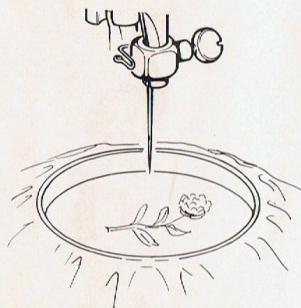

Abb. 19
17. Geradstichnähen (Abb. 19)
Die Maschine näht Zickzackstich, wenn der Sticheinstellknopf (Abb. 19) nicht auf 0, sondern auf der gewünschten Zickzackbreite steht.